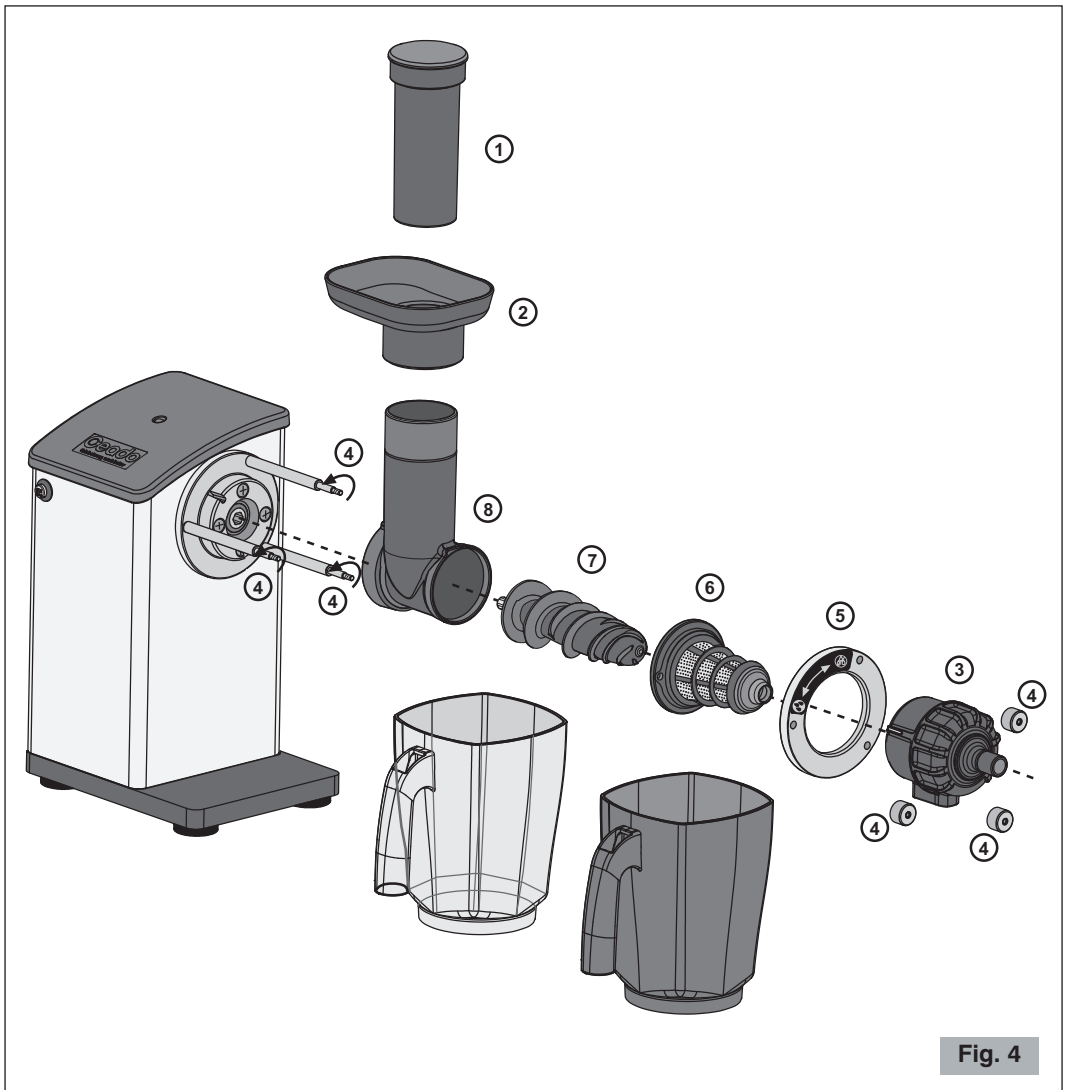

Fig. 4
1 Togliere i contenitori e smontare i componenti nell'ordine della figura (Fig. 4).
- 3** Assemblare nuovamente in ordine inverso (Fig. 4).